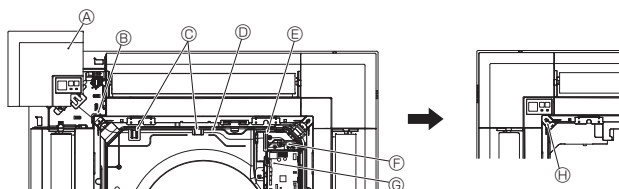

Fig. 9-9
9.4.5. Instalar el receptor de señales (Fig. 9-9)